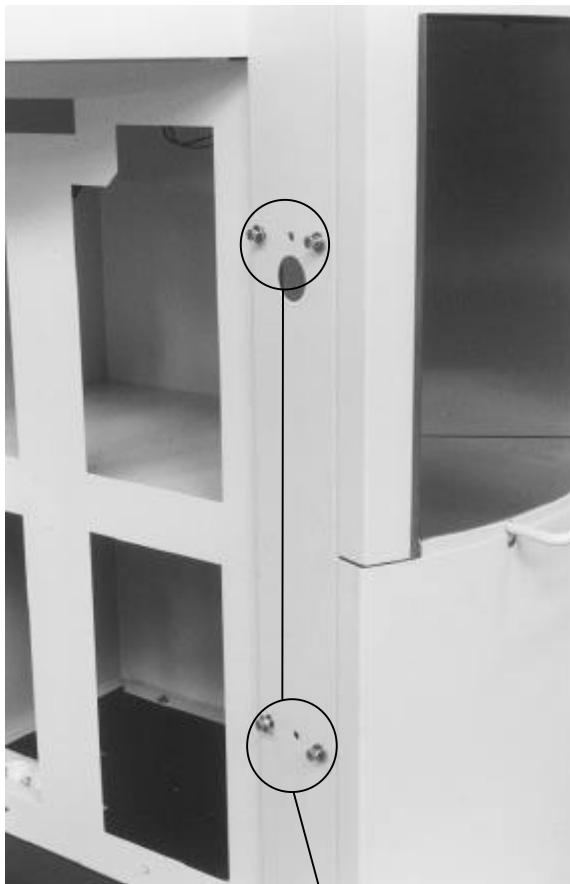

figure 6
- Visser de deux tours les quatre boulons de fixation avec bagues de blocage et rondelles dans les trous de fixation du socle, comme indiqué sur la figure 6.